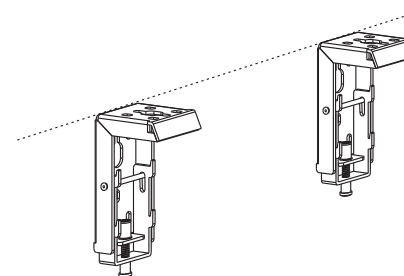

Figure 1 Figure 1
2. Monter les supports sur la surface, assurez vous qu'ils sont de niveau (Conseil : dessinez une ligne de niveau effaçable). Voir en dessous le schéma descriptif (figure 1) :